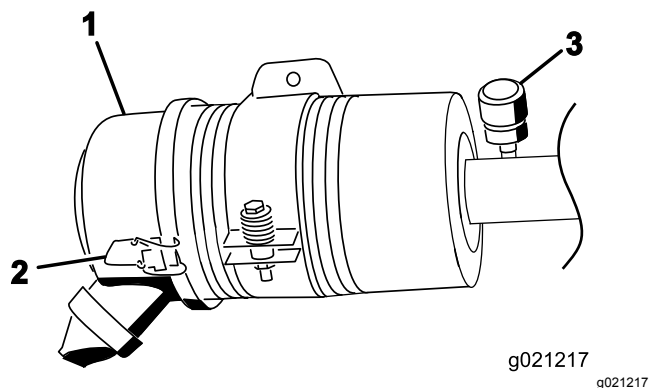

Figure 53
Faites l'entretien du filtre à air uniquement quand l'indicateur de colmatage (Figure 53) indique que cela est nécessaire. Changer le filtre à air prématurément ne fait qu'accroître le risque de contamination du moteur par des impuretés quand le filtre est déposé.
1. Desserrez les fixations qui maintiennent le couvercle sur le boîtier du filtre à air (Figure 53).